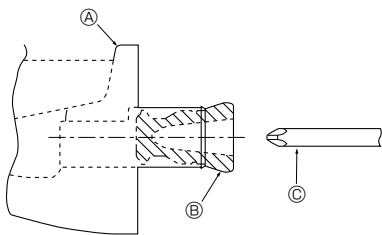

Fig. 5-1
- For rørledningen i venstre side skal gummiproppen sættes i højre drænanbning. (Fig. 5-1)